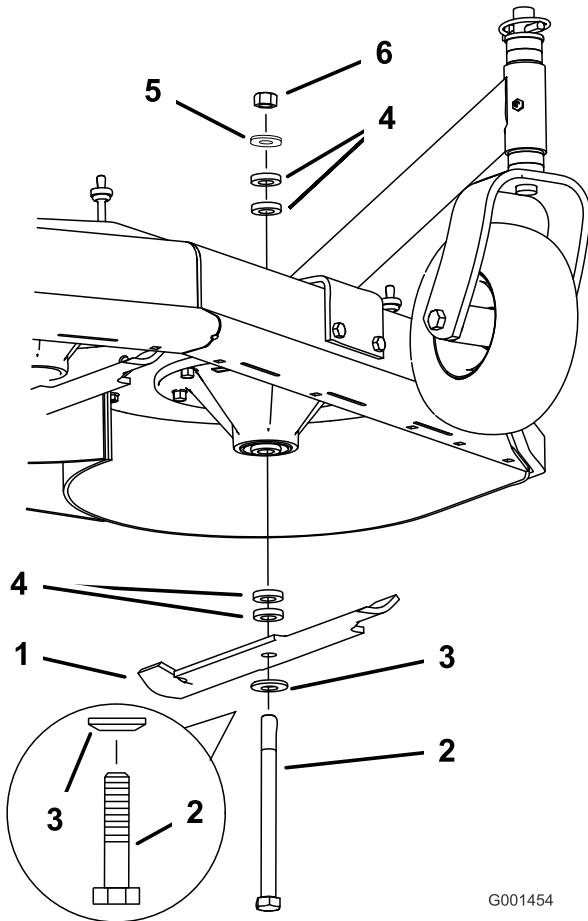

Figure 19
- Maintenez le boulon de lame et retirez l'écrou. Insérez le boulon dans l'axe et changez les entretoises selon les besoins (Figure 19).
- Posez le boulon, la rondelle bombée, la lame et ajoutez des entretoises et fixez-les avec une rondelle mince et un écrou (Figure 19).